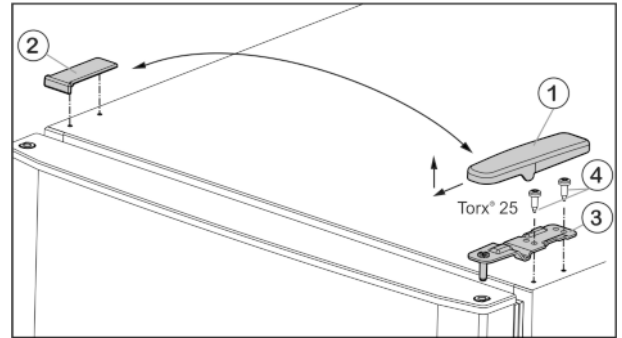

Fig. 6
- ▶ Kryt Fig. 6 (1) odoberte smerom dopredu a hore.
- ▶ Kryt Fig. 6 (2) nadvihnite.
- ▶ Hornú ložiskovú konzolu Fig. 6 (3) odsrutkujte (2 x Torx® 25) Fig. 6 (4) a odoberte smerom hore.
- ▶ Vrchnú ložiskovú konzolu *Fig. 6 (3)* nasadíte na novej strane závesu do dverí.
- ▶ Hornú ložiskovú konzolu **pevne (pomocou krútiaceho momentu 4 Nm)** priskrutkujte (2x Torx® 25) *Fig. 6 (4)*. V prípade potreby použijete akumulátorový skrutkovač.
- ▶ Kryt *Fig. 6 (1)* nasadíte na opačnú stranu zvonka a zaklapnete.
- ▶ Kryt *Fig. 6 (2)* nasadíte vždy na opačnú stranu zhora a zaklapnete.